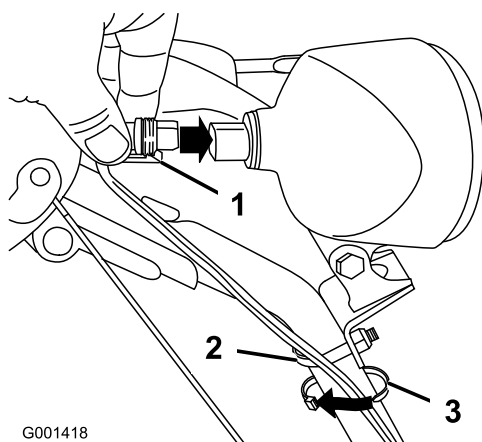

Figure 17
1. Branchez directement le connecteur qui est au bout du fil à l'arrière du phare et enfoncez-le bien en place (Figure 17).
Remarque: Assurez-vous que l'attache en plastique du connecteur se trouve en bas (Figure 17).
2. Attachez un serre-câble (pris dans le sachet de pièces détachées) autour du câble et du guidon à environ 2,5 cm au-dessous de l'étrier fileté (Figure 17).